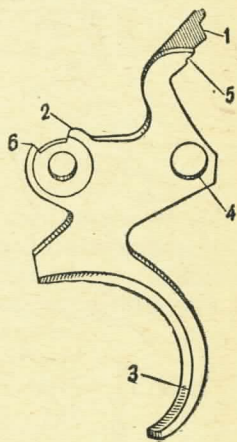

Рис. 14. Спусковой крючок:
15. **Спусковой крючок** (рис. 14) служит для взведения курка, для удержания его на боевом взводе и спуска с боевого взвода, для поднимания и опускания ползуна и собачки, для удержания барабана от поворота вправо при взведенном курке и для отодвигания барабана после выстрела; он вращается на оси, укрепленной в нижней стенке рамки.